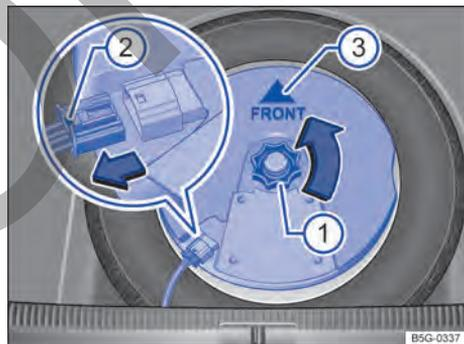

Fig. 191 En el maletero: desmontar el subwoofer (variante 1).
- Coloque el subwoofer en la base de la llanta con cuidado. La punta de la flecha "FRONT" → fig. 191 ③ que hay en el subwoofer deberá señalar hacia delante.
- Acople el conector → fig. 191 ② hasta que el bloqueo encastre de forma audible.
- Enrosque la rueda de repuesto → fig. 191 ① en el tornillo prisionero en el sentido contrario al de la flecha hasta que el subwoofer quede bien fijado.